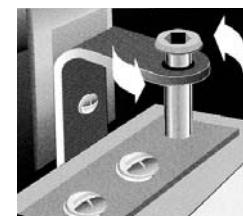

Fig. 6
- La porte est dorénavant libérée. En la soulevant elle sera dégondée. (Fig. 6)